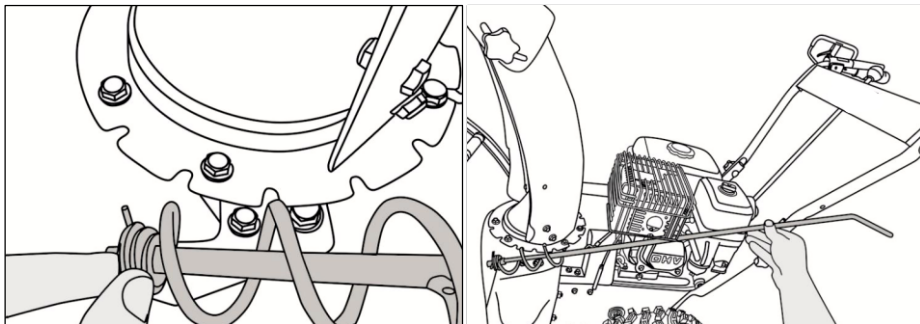

Рис. 15
12. Установите рычаг поворота разгрузочного желоба выброса снега. Для этого установите вначале его переднюю часть и зафиксируйте при помощи шплинта (рис. 15).